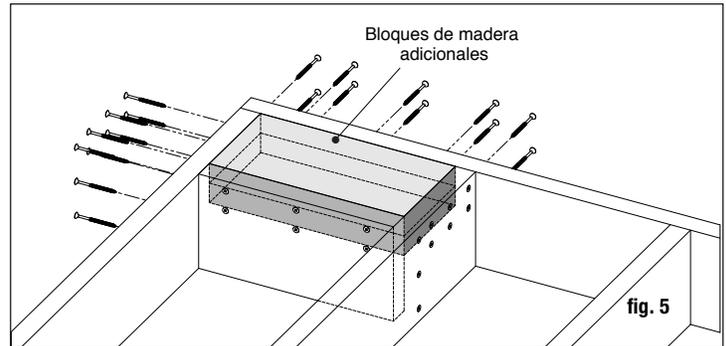

fig. 5
**Paso 2 Instalación de postes:** Para instalar los postes, fije la base de aluminio a la superficie de la terraza. Posicione el poste de manera que el sujetador entre en la viga del piso y asegúrese de que el piso de terraza esté firmemente sujeto a la viga en la ubicación del poste. Es necesario colocar bloques o monturas estructurales apropiadas debajo del material del piso para terraza cuando fije el poste a una terraza con marco de madera, porque el piso para terraza por sí mismo no está aprobado como montura estructural (fig. 5).